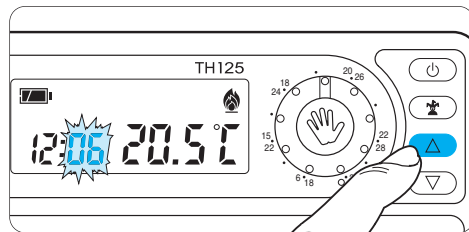

Fig. 16
5.2 - Premere il pulsante **▽** o **△** (fig. 16) sino a che non si raggiunge il valore esatto dei minuti.